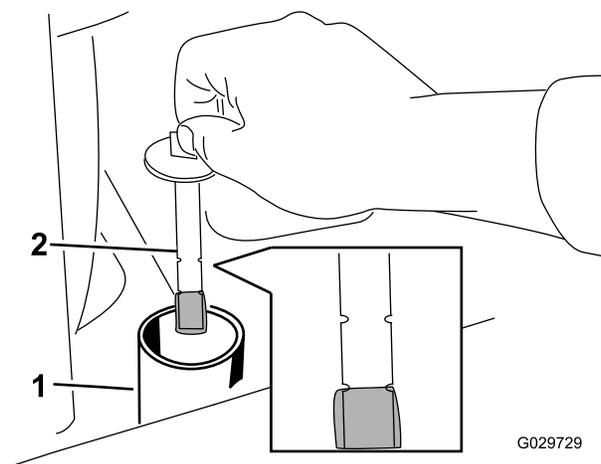

Рисунок 73
6. Снимите крышку гидравлического бака и извлеките масломерный щуп (Рисунок 73).